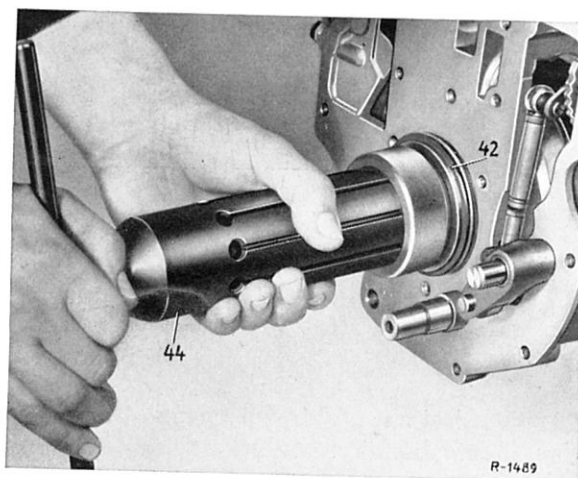

Bild 27-11/19
Ring-Rillenlager mit Ausgleichscheiben (46) sowie Anlaufscheibe (47) abnehmen (Bild 27-11/20).